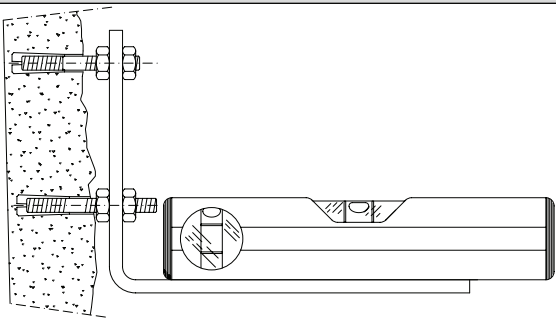

Рис. 5
- Закрепите редуктор на пластине 4 винтами, ориентируя редуктор на право или налево (**рис.5**).